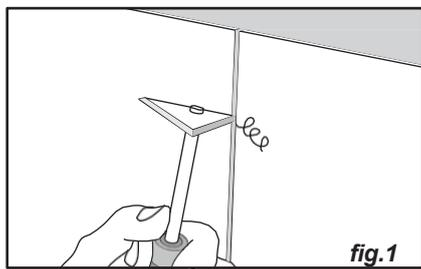

fig.1
- Aplicar uma tira de fita adesiva para proteger cada lado da junta (fig.1).